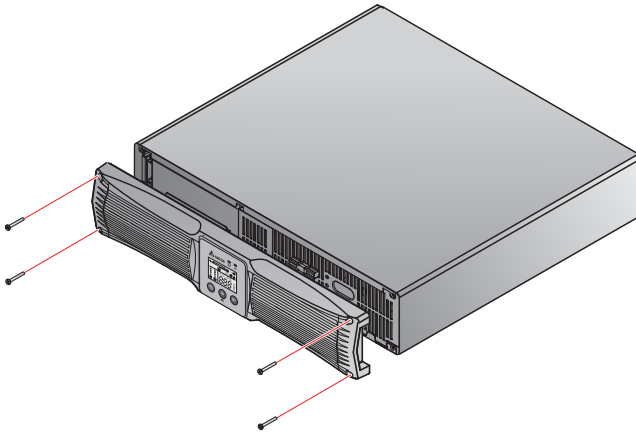

Figure 3-5 : 전면 플라스틱 패널의 제거
1. 전면 플라스틱 패널로부터 4개의 나사를 제거합니다. *Figure 3-5* 참조.